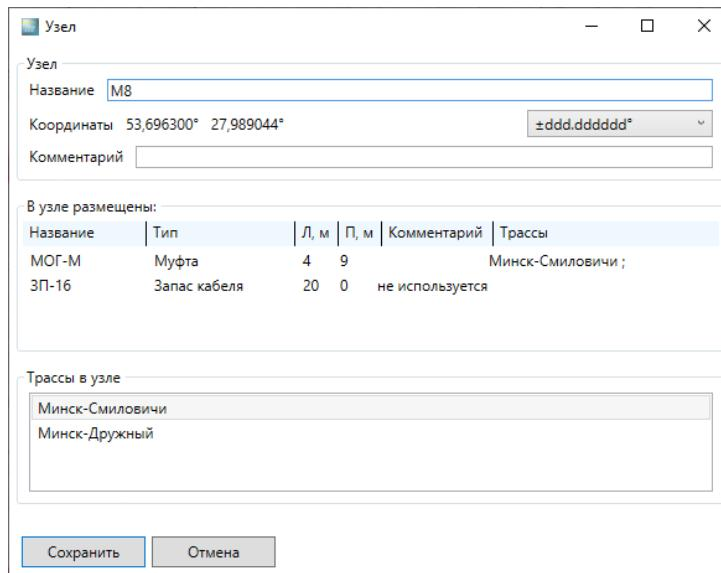
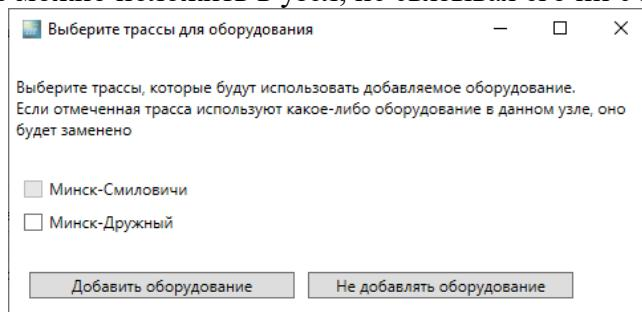
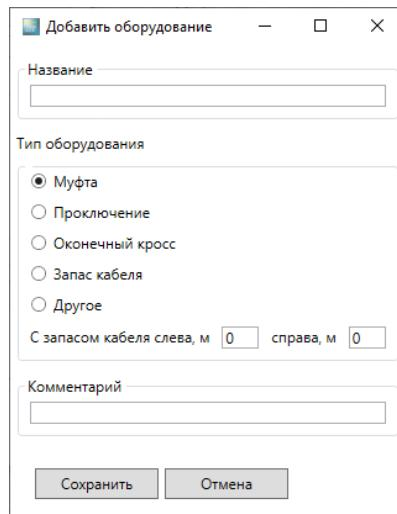
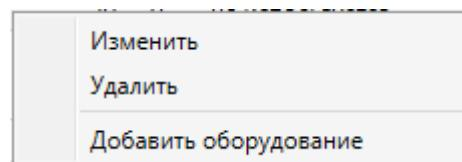

Рисунок 5-12. Окно «Узел»
Рисунок 5-13. Выбор трассы для оборудования
Рисунок 5-14. Добавить оборудование
Рисунок 5-15
- 1) Навести курсор, на область таблицы Рисунок 5-12 и нажать правую кнопку, появляется контекстное меню «Добавить оборудование».
- 2) После выбора контекстное меню «Добавить оборудование», открывается окно Рисунок 5-13, в котором предлагается выбрать трассу для добавления в неё оборудования. Если трассе, заданы базовые рефлектоGRAMмы, она не доступна для выбора, в предложенном примере трасса «Минск-Смиловичи». Так же оборудование можно положить в узел, не связывая его ни с какой трассой.
- 3) В окне (см. Рисунок 5-13. Выбор трассы для оборудования) нажать кнопку «Добавить оборудование», появиться окно Рисунок 5-14. Далее ввести название оборудования, выбрать тип, запас кабеля слева и справа, если такая информация есть, комментарий (255 символов) и нажать кнопку «Сохранить».
Навести курсор, на область таблицы Рисунок 5-12, на строчку с удаляемым оборудованием и нажать правую кнопку, в появившемся контекстном меню Рисунок 5-15 выбрать «Удалить».
4. Чтобы изменить/отредактировать информацию об оборудовании навести курсор, на область таблицы Рисунок 5-12, на строчку с требуемым оборудованием и нажать правую кнопку, в появившемся контекстном меню Рисунок 5-15 выбрать «Изменить». Появиться окно Рисунок 5-14.
5. Чтобы посмотреть, как проходят трассы на карте, которым принадлежит данный узел необходимо в блоке «Трассы в узле» Рисунок 5-12 навести курсор на строчку требуемой трассы и нажать правую кнопку и выбрать появившееся контекстное меню «Показать трассу». Выбранная трасса на карте подсветиться ярко-зеленым цветом. После нажатия кнопки на вкладке «ГИС» выделение будет удалено.